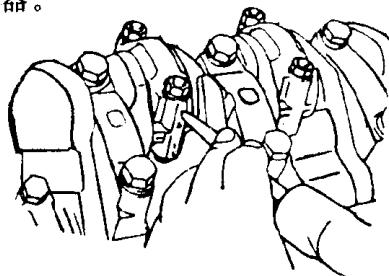

图 1-1 在连杆大头打上标记
(1) 逐步旋松油底壳螺栓，取下油底壳。
(2) 拆下机油泵和集滤器。
(3) 检查连杆大头有无顺序标记。若无标记，应在连杆大头上打上记号，如图 1-1 所示。